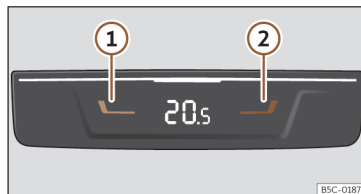

Fig. 147 En la parte trasera de la consola central: mandos para las plazas traseras.
- Pulse las teclas ① y ② >>> **fig. 147** para ajustar la temperatura de la zona posterior.